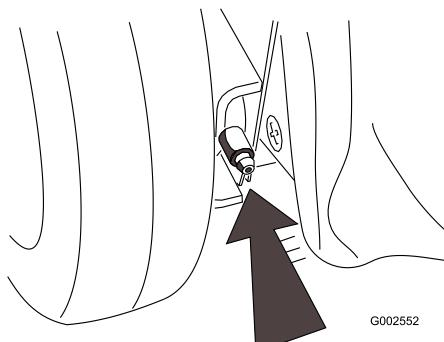

Bild 21
- Wischen Sie die Schmiernippel mit einem sauberen Lappen ab (Bild 21).